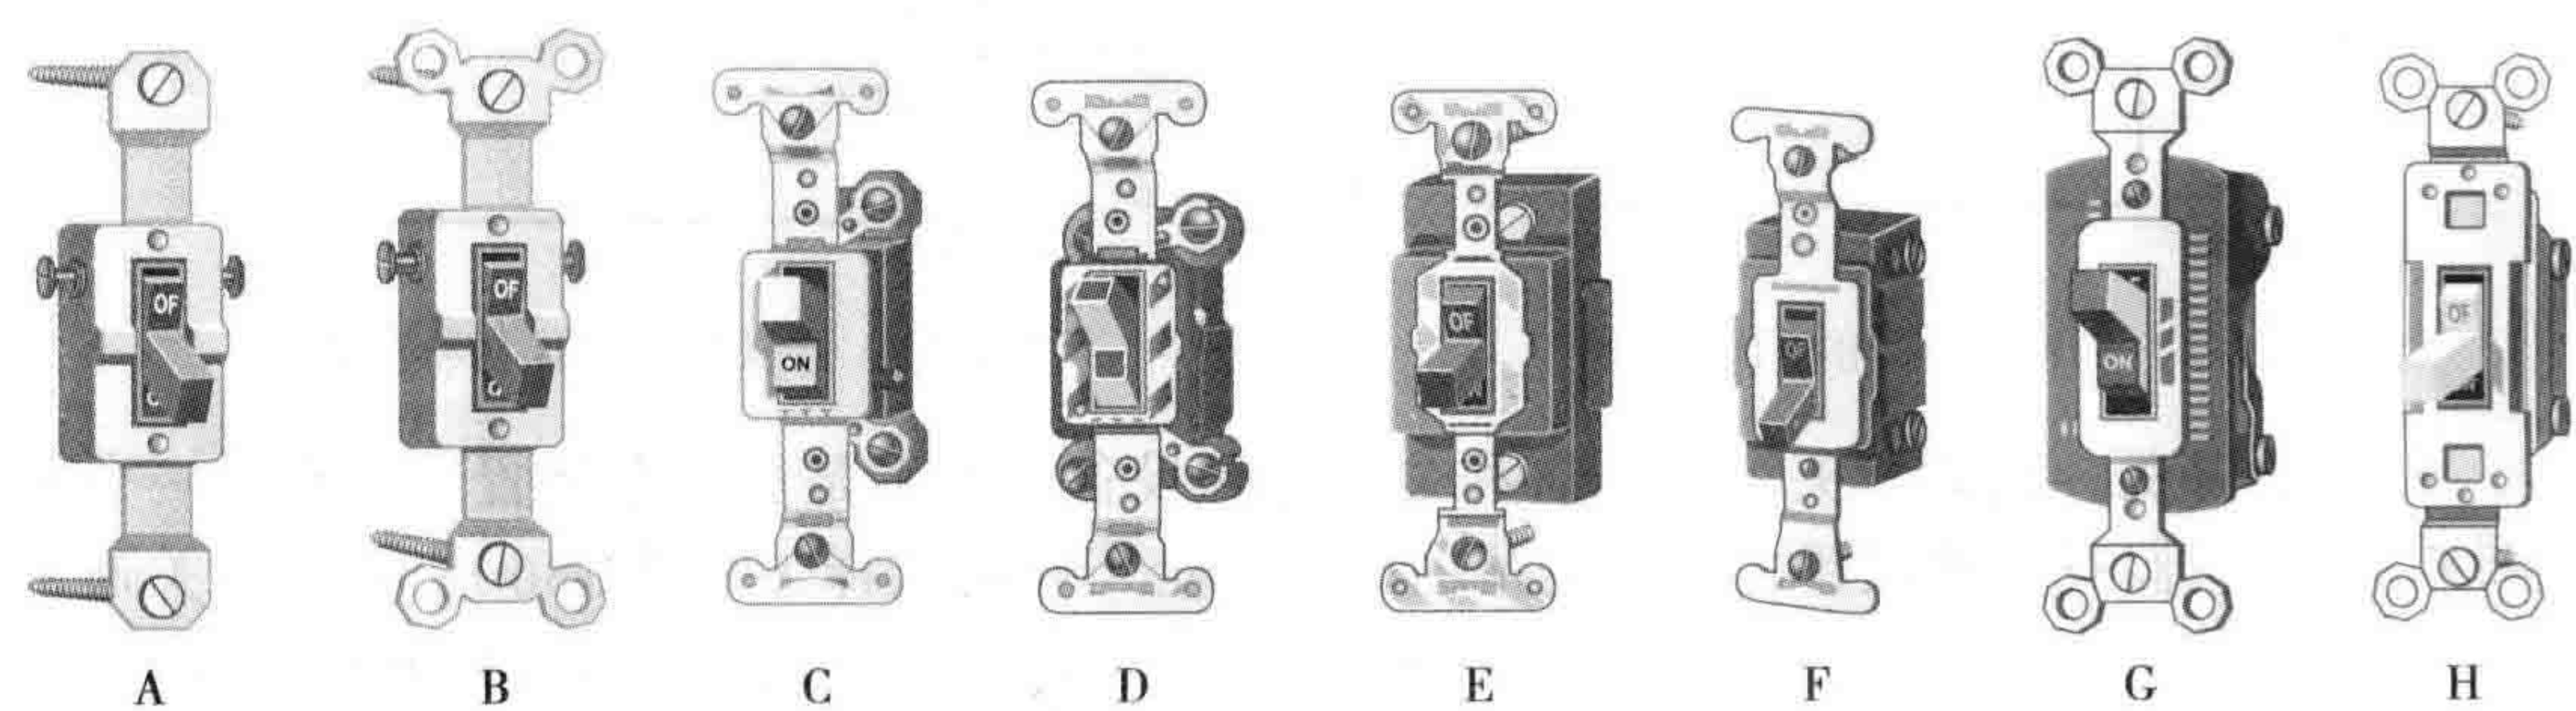

图 I-37 住宅和办公室用开关
- **住宅拨动开关** 当需要在商业、工业或者家庭中使用开关的时候，会遇见各种形状的开关。例如，在图 I-37 中，你会发现其中的一些开关用在交流 120V 和交流 240V 的照明电路和小型电动机电路中。如图 I-37 所示，A 为一个住宅拨动开关，在 125V 线路上其额定值为 10A。注意在长螺钉附近没有“耳片”。开关 B 和 A 类似，所不同的是它有一个宽宽的耳片（在螺钉孔周围的延伸部分），如果不需要将开关紧紧地固定在盒子里，可以很容易将其拆掉，耳片上有刻痕（标记），可以很容易弯曲并去除。开关 C 比 A 和 B 都贵，它具有顶级质量，带有宽宽的耳片。注意此种开关中用于连接电路接线的螺钉位于最上面，而不是开关旁边。